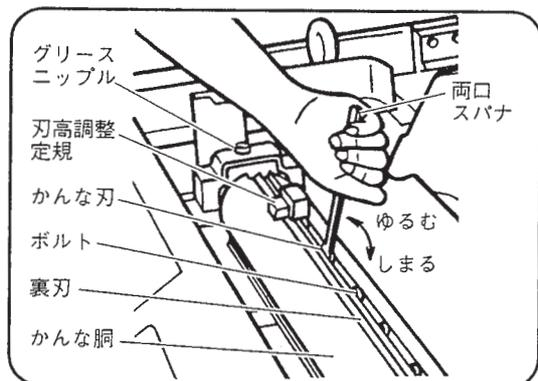

図 26
- (1) かなな胴の溝を上にして固定します。（詳細は、24 ページ「かなな刃の取りはずし」の項参照）
- (2) 裏刃をかなな胴に取付け、かなな胴と裏刃との間にかなな刃を入れます。
- (3) かな刃を入れたら付属の刃高調整定規を図 26 のように、かな胴の両端へ取付けます。
(4) 付属の両口スパナ (10mm) でボルト 8 本を締付けます。